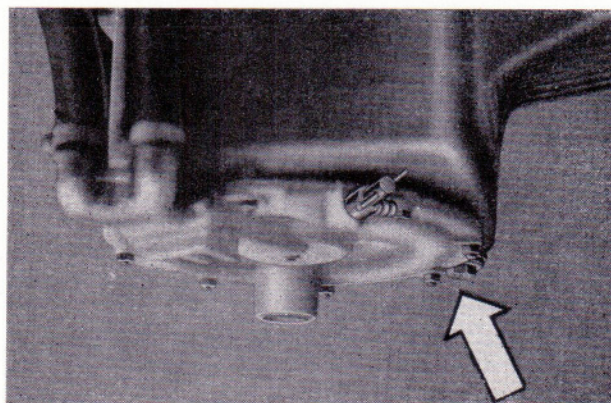

Bild 19
- Bei Motoren mit Evolventenwärmetauscher (Bild 19).